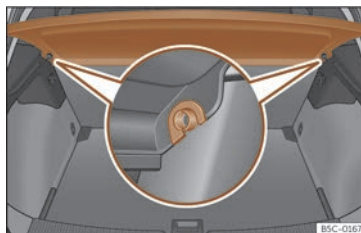

Fig. 172 Dans le coffre à bagages : démonter et remonter la plage arrière.
- Dégagez la plage arrière des supports latéraux >>> **fig. 172** en la tirant vers le haut puis en la détachant.
- Introduisez la plage arrière horizontalement en faisant coïncider la « forme en U » sur l'axe des supports >>> **fig. 172**, et appuyez vers le bas jusqu'à ce qu'elle s'enclenche.